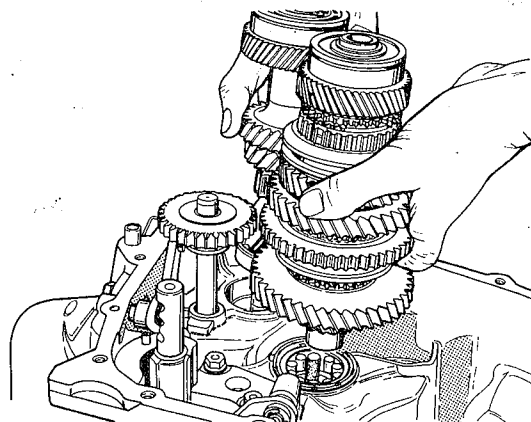

fig. 96
grenagens da árvore secundária, e instalar o conjunto completo, simultaneamente na carcaça da transmissão (fig. 96)
- 10.5. Instalar a mola no respectivo orifício e posicionar o eixo-guia dos garfos, com a extremidade maior voltada para baixo (figs. 96 e 97)